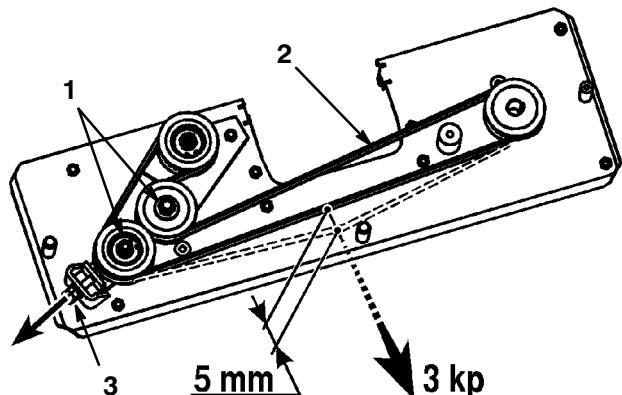

Abbildung 42
4. Die beiden Sechskantmuttern an der Führungsrolle lösen (Abb. 42).
5. Die M10-Mutter so einstellen, dass der Riemen bei einer Kraft von 3 kp um 5 mm nachgibt (Abb. 42).